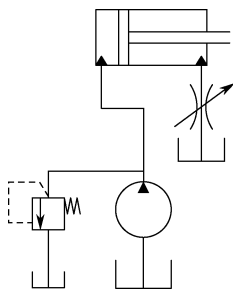

图 1-3-4
2. 在如图 1-3-4 所示的回路中, 定量液压泵的额定压力为  $2.5\text{MPa}$ , 额定流量为  $10\text{L/min}$ , 液压缸无杆腔的有效作用面积为  $100\text{cm}^2$ , 有杆腔的有效作用面积为  $50\text{cm}^2$ , 液压缸的运动速度为  $0.8\text{m/min}$ , 溢流阀的调定压力为  $2\text{MPa}$ , 节流阀两端的压力差为  $1\text{MPa}$ , 管路中其他损失不计。试求节流阀的流量  $q_{\text{节}}$ 、溢流阀的流量  $q_{\text{溢}}$ 、液压缸上的负载  $F$ 、液压缸的输入功率  $P_{\text{缸入}}$ 、液压缸的输出功率  $P_{\text{缸出}}$ 、液压泵的额定功率  $P_{\text{额}}$ 、液压泵的实际功率  $P_{\text{实}}$ 、溢流阀上的功率损耗  $P_{\text{溢}}$ 、节流阀上的功率损耗  $P_{\text{节}}$ 、回路的效率  $\eta$ 。